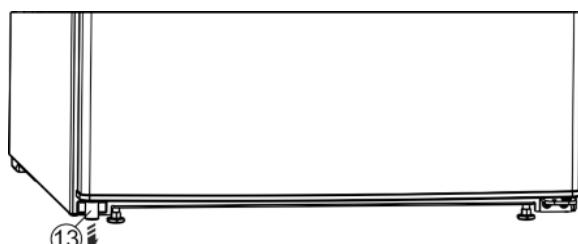

Fig. 5
- Извлеките распорную деталь Fig. 5 (13) из двери внизу слева.